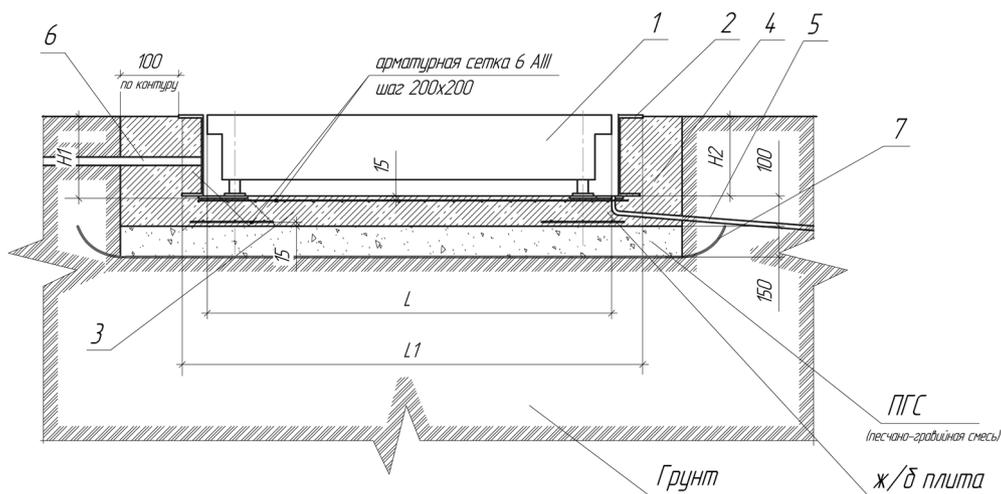

Рис. 4 Схема приямка
2.2.3.1 Схема приямка для установки весов ВСП4-В представлена на Рис. 4
2.2.3.5 После отверждения Ж/Б основания 3 установить раму 2 в приямок в соответствии с Рис. 4, а пространство между рамой 2 и стенками котлована заполнить бетоном. После отверждения бетонной рубашки 4 приступить к дальнейшей сборке весов.
2.2.3.8 Ввернуть опоры 2 в резьбовые отверстия датчиков врезной платформы 1 таким образом, чтобы высота платформы 1, установленной на плоской поверхности, была бы равна глубине рамы 3 (размер Н2 на Рис.4). Установить на врезной платформе 1 рым-болты 5. Врезную платформу 1 необходимо расположить в раме 3 таким образом, чтобы сторона платформы 1, у которой находится вывод соединительного шнура 7, соответствовала стороне рамы 3, на которой находится отверстие 6 для вывода соединительного шнура 7.